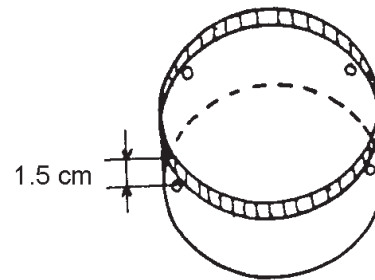

Figura 11
- Perfora con un clavo la lata C. La figura 11 te muestra las medidas a las que lo debes hacer.